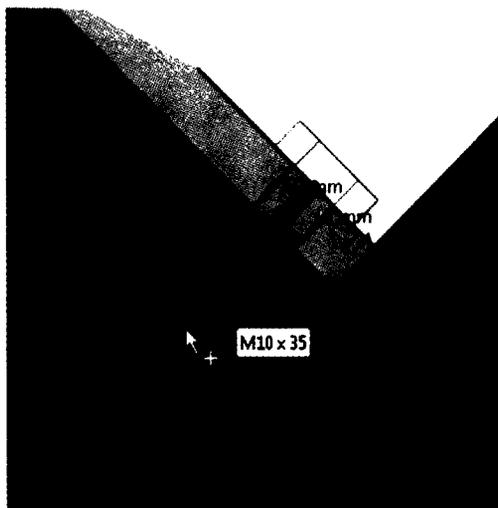

Рис. 4.14. В болтовом соединении вы можете перетаскивать глубину отверстия и длину болта
15. Перетащите красную стрелку в конце болта до тех пор, пока не появится надпись M10×35 (рис. 4.14).